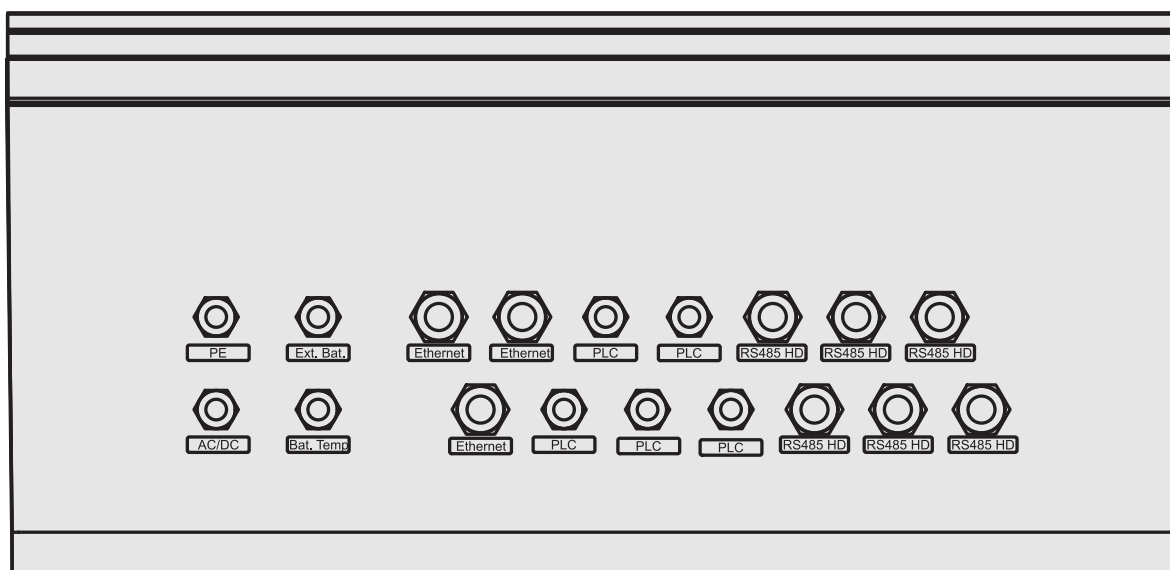

Fig 9 Conectores en la parte inferior
1. Pase el(los) cable(s) Ethernet a través de los prensaestopas señalizados como ETHERNET (Fig. 9 en la pág. 12) hacia el interior del armario.
1. Pase los cables a través de los prensaestopas correspondientes (Fig. 9 en la pág. 12) y adéntrelos en el armario.
1. Introduzca los cables a través de los prensaestopas correspondientes (fig. 9 en la pág. 12) y páselas al interior del armario.
1. Pase los cables a través de los prensaestopas correspondientes (fig. 9 en la pág. 12) y condúzcalos hacia el interior del armario.
1. Pase los cables a través de los prensaestopas correspondientes (Fig. 9 en la pág. 12) y condúzcalos al interior del armario.
1. Pase los cables a través de los prensaestopas correspondientes (fig. 9 en la pág. 12) y condúzcalos al interior del armario.